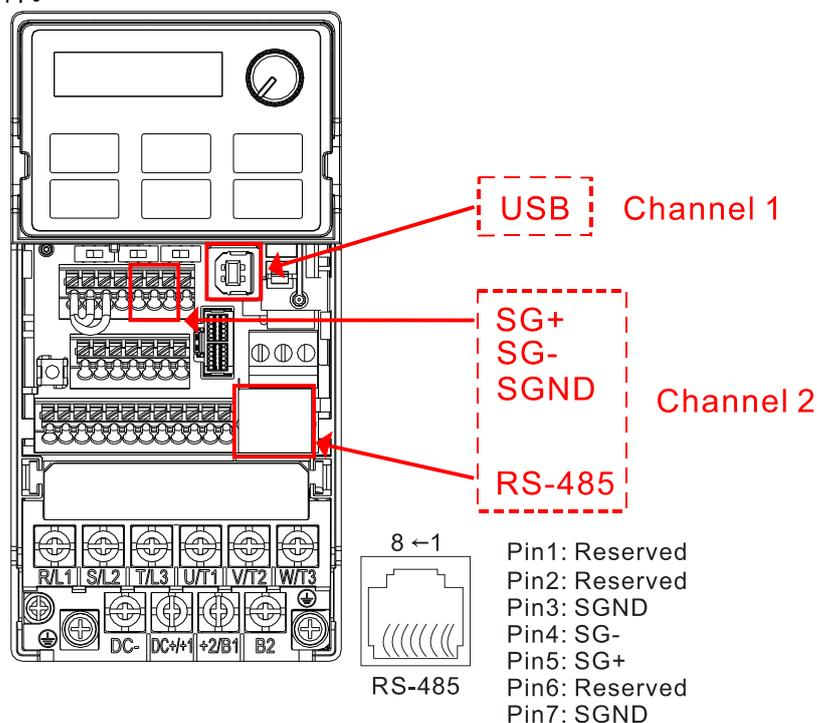

图 16-1
1. MS300 提供 2 个通讯的串口来上传 / 下载 PLC 程序，如下图 16-1 所示。